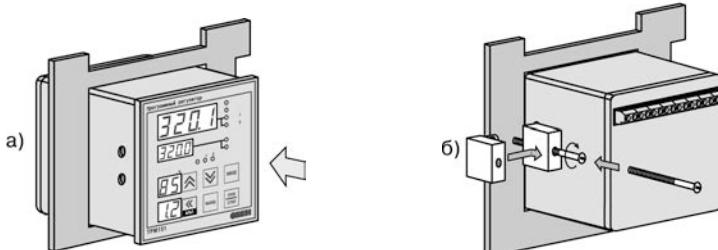

Рисунок 5.2 – Установка прибора щитового крепления
- Прибор вставляется в специально подготовленное отверстие на лицевой панели щита (см. Приложение А и рисунок 5.2, а).
- Фиксаторы из комплекта поставки вставляются в отверстия на боковых стенках прибора (рисунок 5.2, б).